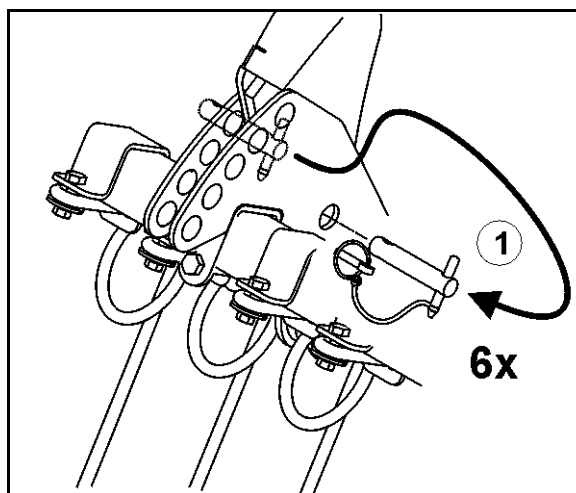

Bild 32
3. Spärra bakharven i transportläget med bulten (Bild 32/1) och stick in låssprinten.